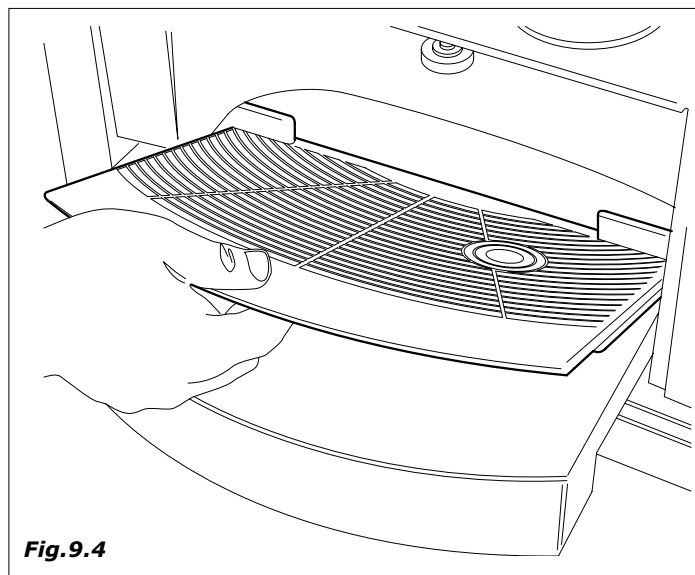

Fig.9.4
- ventana y soporte de dispensación del producto (Fig.9.4)